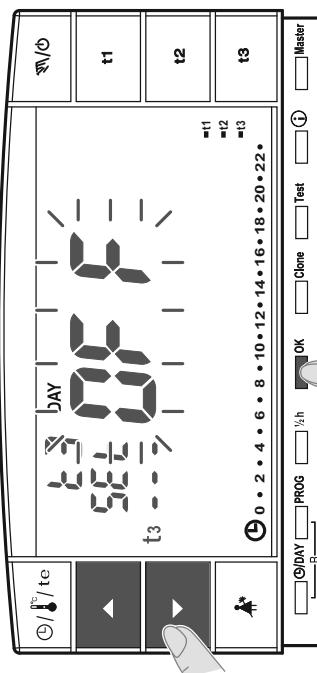

fig. 42
- Con las teclas **▲ ▼** cambiar el estado de funcionamiento (fig. 42).